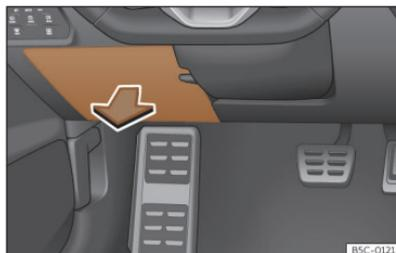

Abb. 203 Auf der Fahrerseite in der Instrumententafel: Abdeckung des Sicherungskastens.
- **Öffnen:** Abdeckung nach unten aufklappen >>> (Abb. 203).